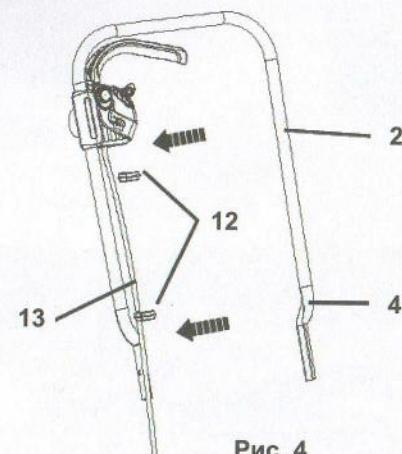

Рис. 4
3. Специальными зажимами (12) прикрепите шнур питания (13) к штангам (2, 4) (рис. 4).